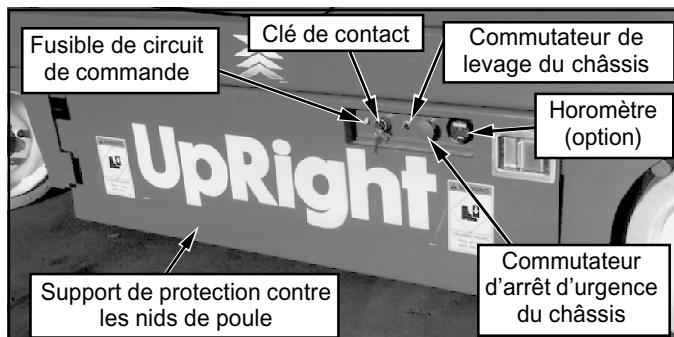

Figure 1 : Châssis, côté gauche
- Régler les boutons d'arrêt d'urgence du châssis et de la plate-forme sur « ON » (Figures 1 et 2) en tirant sur le bouton pour le faire sortir.
- Mettre la clé de contact du châssis (Figure 1) sur CHÂSSIS (« CHASSIS »).
- Mettre le commutateur de levage du châssis (Figure 1) en position HAUT (« UP ») et éléver complètement la plate-forme.